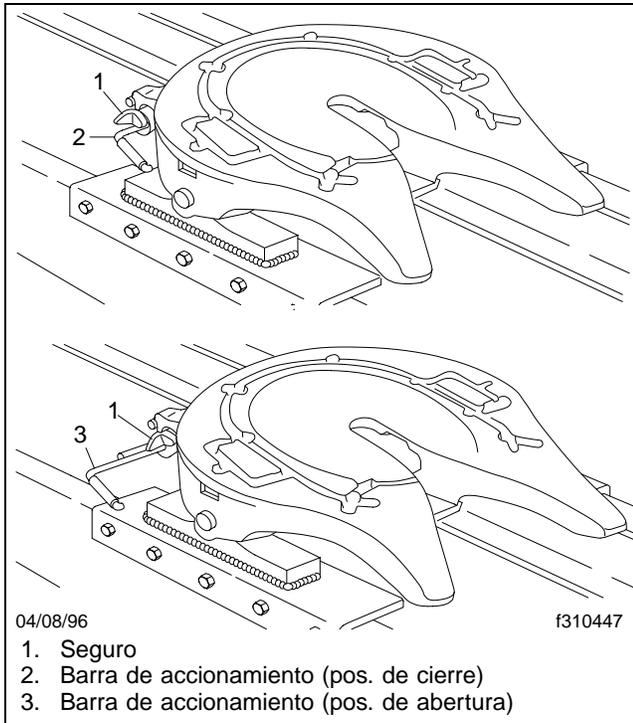

Figura 10.11, Mecanismo de cierre del perno rey Simplex, cierre y apertura
El colocar la barra de accionamiento en la posición liberada aleja el mecanismo de cierre de la mordaza. Esto desbloquea la mordaza para que gire con el movimiento del perno rey. Cuando se retira el tractor de debajo del remolque, el perno rey hará girar la mordaza hasta que ésta esté en la posición abierta, permitiendo así que el perno rey salga del mecanismo. Con la mordaza en la posición completamente abierta, la barra de accionamiento sale de la posición liberada, y la quinta rueda queda lista para el enganche. Vea la **Figura 10.11**.
6. Si el vehículo está equipado con un mecanismo manual de liberación del cierre del perno rey: Libere el mecanismo de cierre del perno rey levantando el seguro hacia atrás y tirando de la barra de accionamiento del mecanismo de cierre hacia afuera y hacia arriba para colocarla en la posición de cierre. Vea la **Figura 10.11**. El codo de la barra superior de control del cierre debe tocar fondo en la placa de fundición encima del orificio. Si no se puede tirar de la barra de accionamiento para ponerla en la posición liberada,
Si el vehículo está equipado con un mecanismo operado por aire para liberar el cierre del perno rey: Tire de la perilla de liberación por aire en el tablero. Desde fuera de la cabina, revise visualmente para averiguar si la barra de accionamiento ha tocado fondo contra la placa de fundición encima del orificio. Vea la **Figura 10.11**. Si la barra de accionamiento no está en la posición de abertura, haga retroceder ligeramente el tractor para liberar la presión del perno rey contra la mordaza.